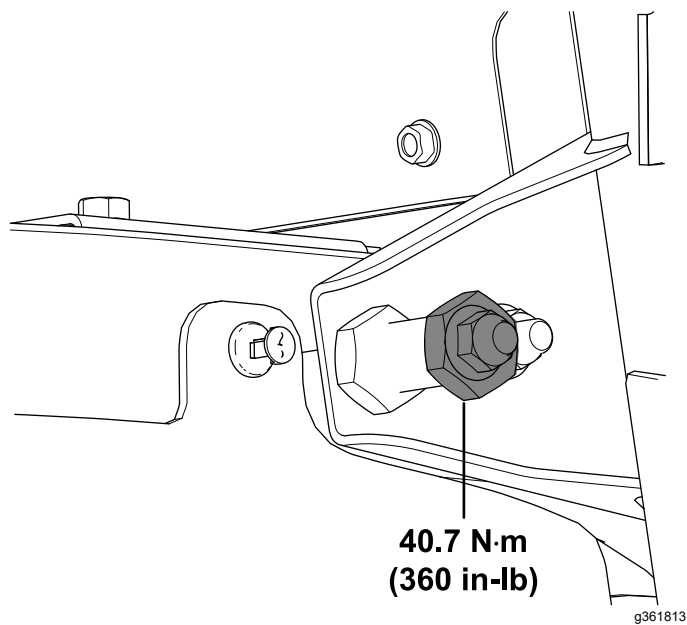

Figura 33
21. Serrate il dado di bloccaggio ($\frac{3}{8}$ ") a 40,7 N·m come illustrato nella Figura 33.